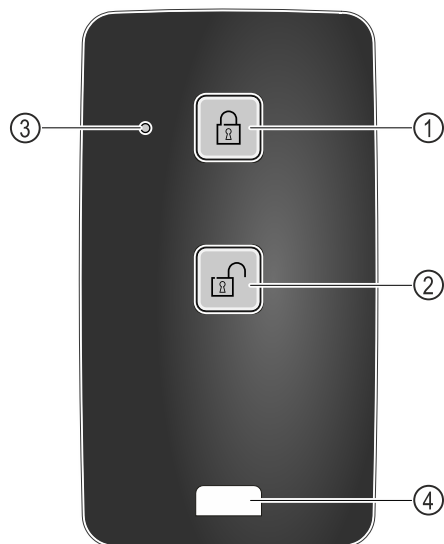

Fig. 139
- (1) Lukon lukitseminen (3) Tila-LED
(2) Lukon avaaminen (4) Kiinnityssilmukka
- ▶ Paina kaukosäätimen painiketta Fig. 139 (1).
- ▶ Paina kaukosäätimen painiketta Fig. 139 (2).
- ▶ Tila-LED Fig. 139 (3) antaa painiketta painettaessa optisen palautteen.
- ▶ Silmukka Fig. 139 (4) kaukosäätimen kiinnittämiseen, esimerkiksi avainnippuun.